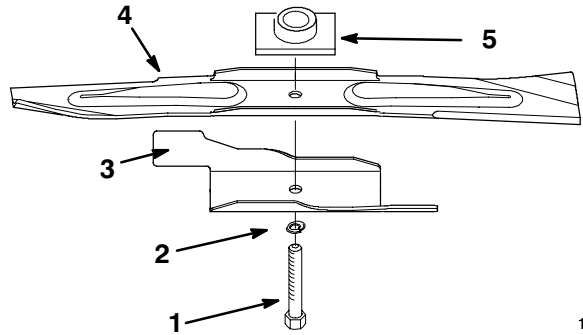

Figure 19
Tenir la lame par le bout à l'aide d'un chiffon ou d'un gant épais. Déposer le boulon de lame, la rondelle frein, l'accélérateur de lame et la lame (Fig. 19).
1. Monter la lame sur l'axe et le porte-lame. Les extrémités incurvées doivent être tournées vers le carter de tondeuse, et le porte-lame doit se loger dans le creux de la lame (Fig. 19).
2. Monter l'accélérateur de lame, la rondelle-frein et le boulon de lame (Fig. 19).